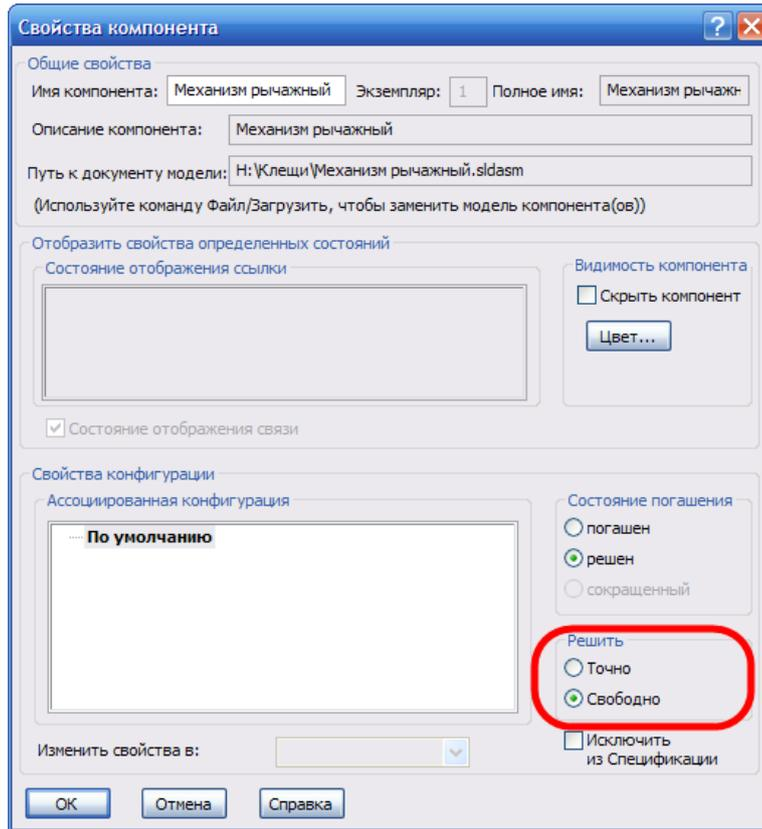

Рис. 11.49 Панель свойств компонента – узла сборки.
*Свойства компонента* , при этом открывается окно свойств данного узла сборки (рис.11.49).
По умолчанию, полностью решенный узел является жестким элементом конструкции, а потому в поле *Решить* (см.рис.11.49) он имеет пометку *Точно*. В *Дереве конструирования* такой узел представлен иконкой – .
Установив флажок в позицию *Свободно* (см.рис.11.49) мы тем самым освобождаем его от внешних связей главной сборки, подчиняя движения встроенных в узел компонентов законам (сопряжениям), описанным на уровне самого узла. При этом в *Дереве конструирования* такой узел отмечается значком – .